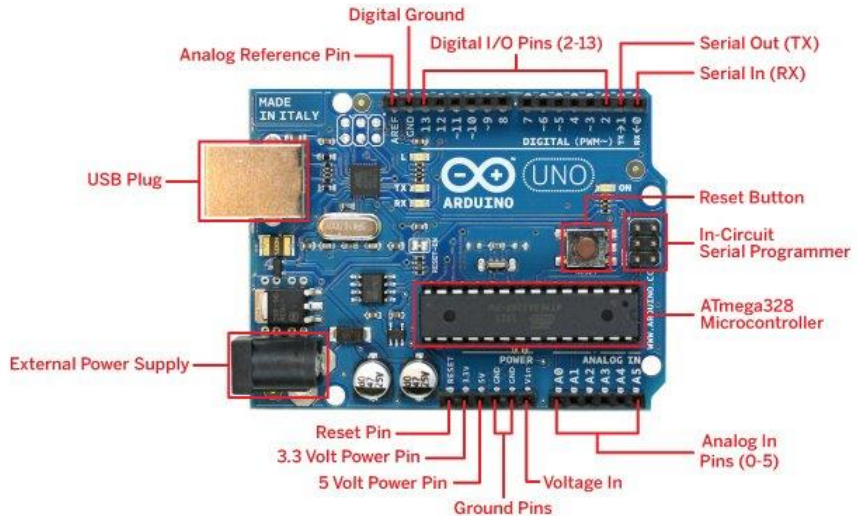

Рис. 1.1. Зовнішній вигляд та призначення виводів плати Arduino Uno
**Послідовний інтерфейс:** виводи 0 (RX) і 1 (TX) (рис. 1.1). Використовуються для отримання (RX) і передачі (TX) даних по послідовному інтерфейсу. Ці виводи з'єднані з відповідними виводами мікроконтролера ATmega8U2 або ATmega16U2, що виконує роль перетворювача USB/UART.